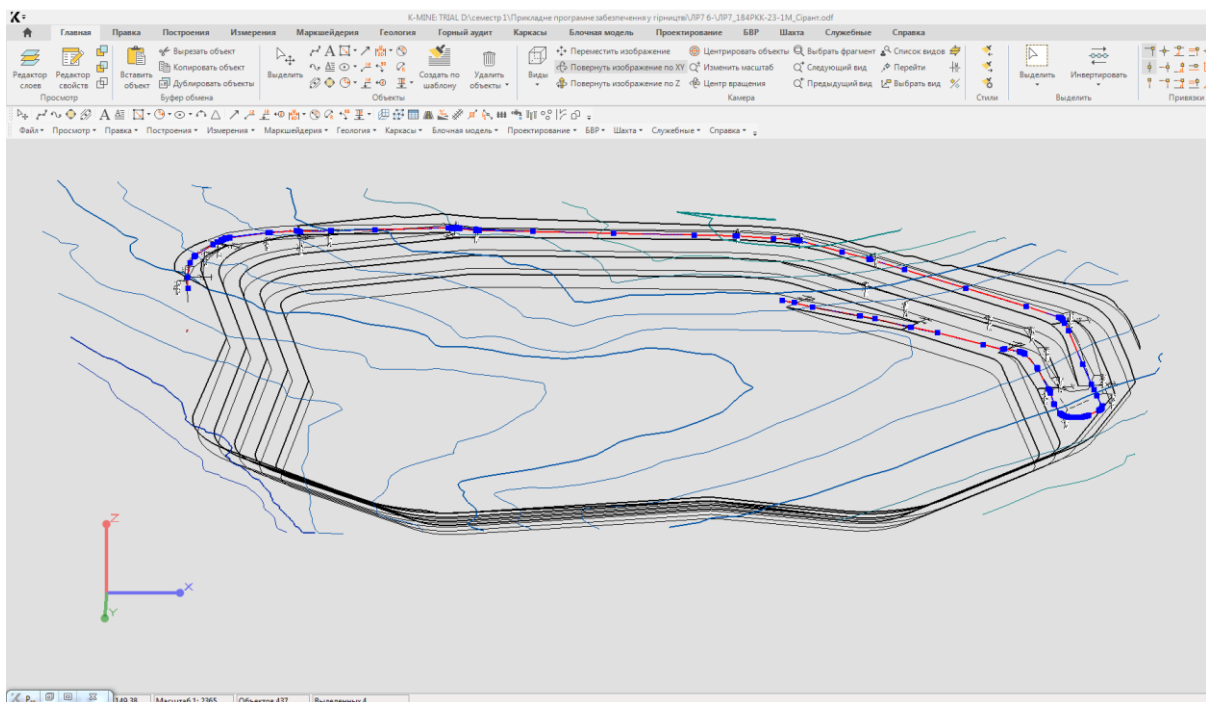

Рисунок 2.3 - Побудова вісі траси
18. Натисніть Ок, Ввод і оцініть результат. Проаналізуйте, які елементи побудови було отримано, що вони вказують і в яких шарах знаходяться (рис.2.3).